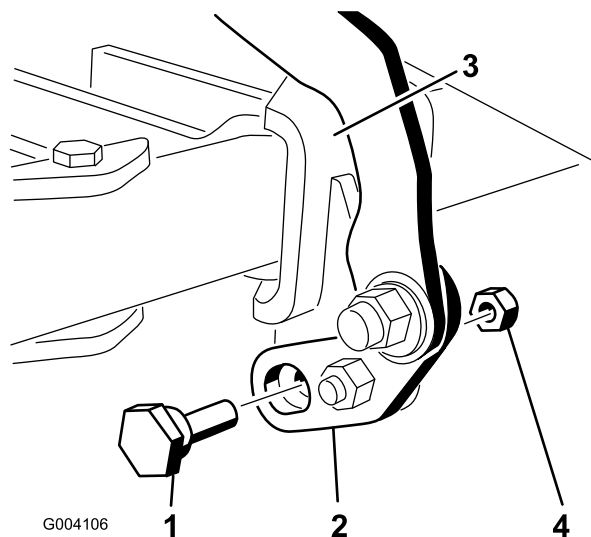
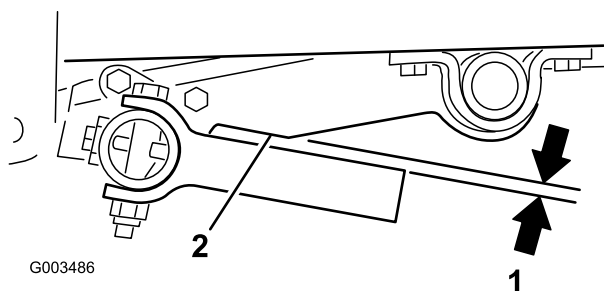

Рисунок 17
Рисунок 21
2. Измерьте расстояние между рамой тягового блока и шарнирной трубой, как показано на рис. 17.
2. Поворачивайте эксцентриковый болт в любом направлении, пока зубья навесного бруса не станут параллельны прорези в рычаге подъема (Рисунок 17 и Рисунок 21).